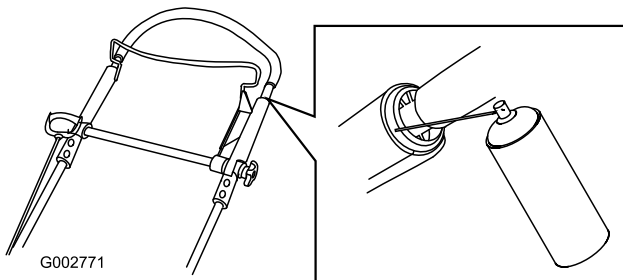

Bild 34
1. Sprühen Sie die äußeren Kunststoffenden des inneren Bügels ein (Bild 34).